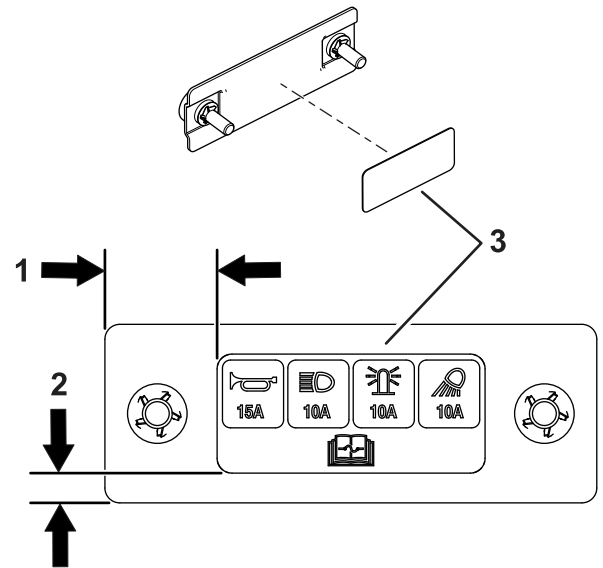

Figura 11
12. Aplique la pegatina a la tapa del fusible, como se muestra en la Figura 11.